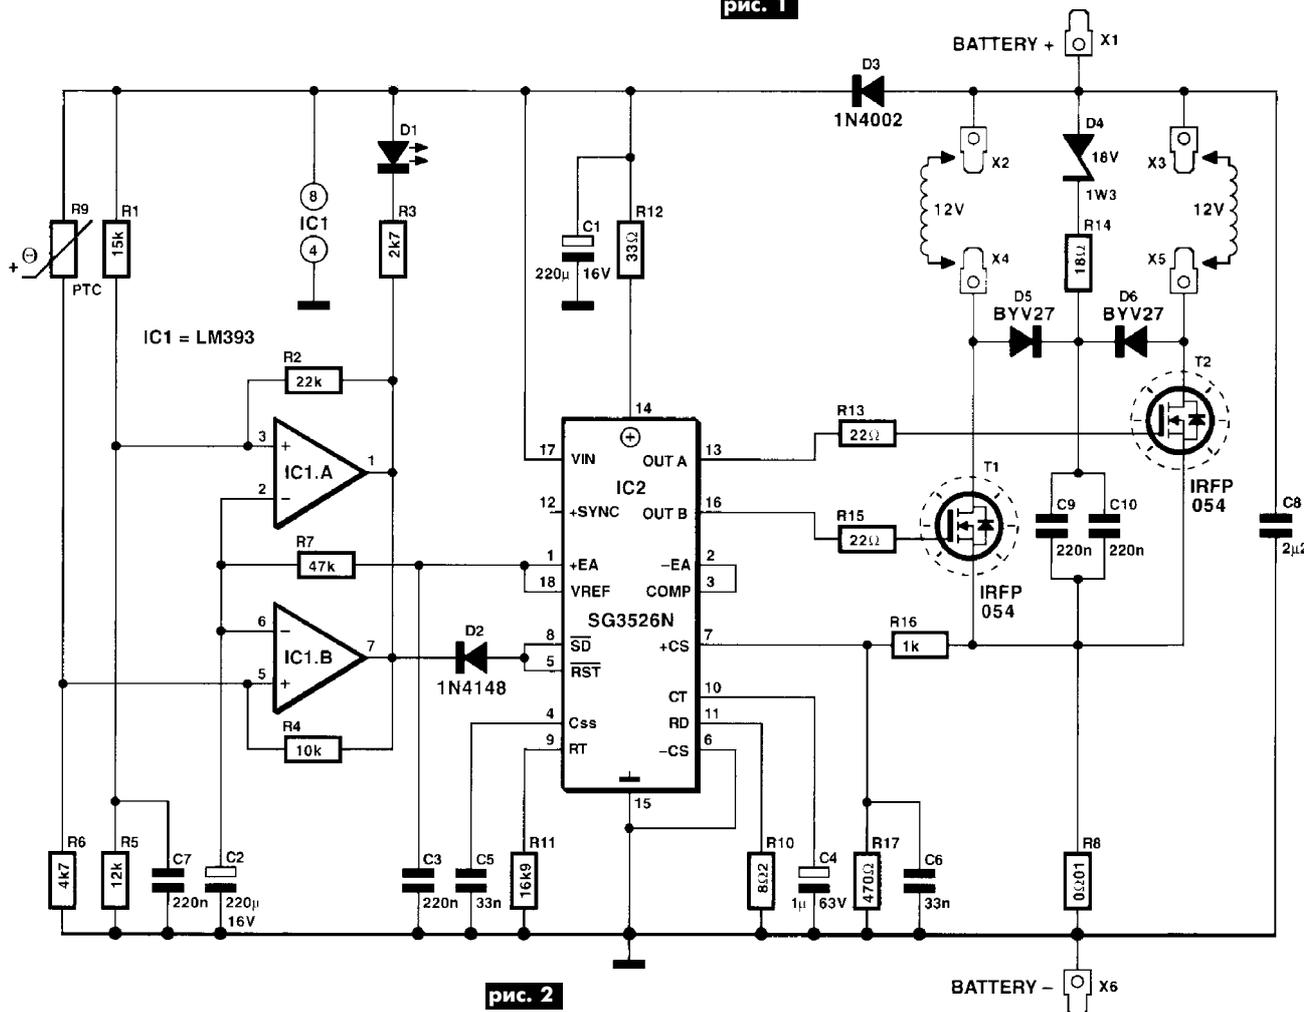

рис. 2
**Простой инвертирующий преобразователь** описан в Elector Electronics №2/04. Преобразователь (рис.2) запитывается от бортовой сети автомобиля с 12-вольтовым аккумулятором и вырабатывает переменное напряжение 230 В с КПД 94%.